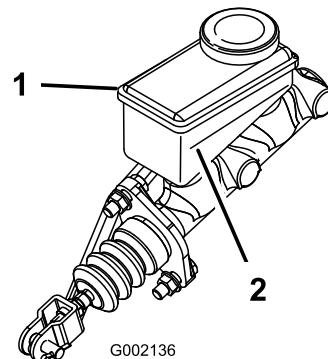

Bild 123
5. Lesen Sie den Flüssigkeitsstand am Stutzen an der Seite des Behälters ab (Bild 123).
B. Füllen Sie DOT 3-Bremsflüssigkeit in den Behälter, bis der Füllstand über der Minimum-Markierung liegt (Bild 123).